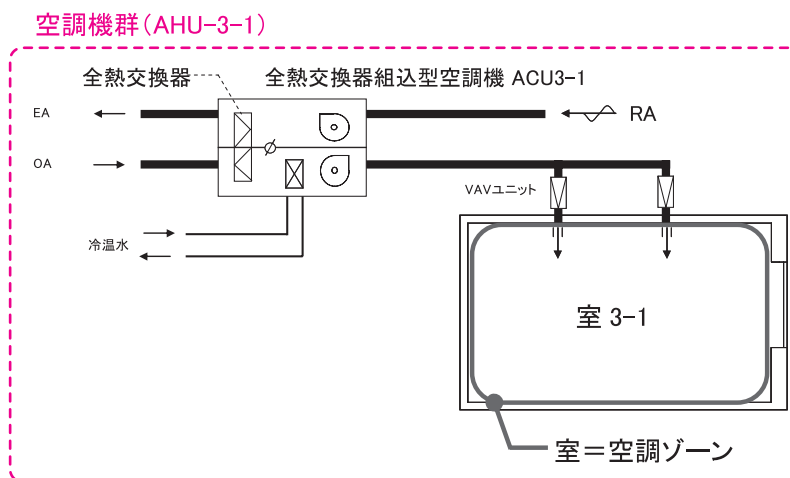

図 2-2-59 空調システム例 (8)
空調機に回転式全熱交換器が組み込まれており、回転式全熱交換器で一次処理した外気と室内からの還気 (RA) との混合空気を冷却加熱コイルで処理するシステムの入力例を示す。システムの概要を図 2-2-59 「空調システム例 (8)」に示す。